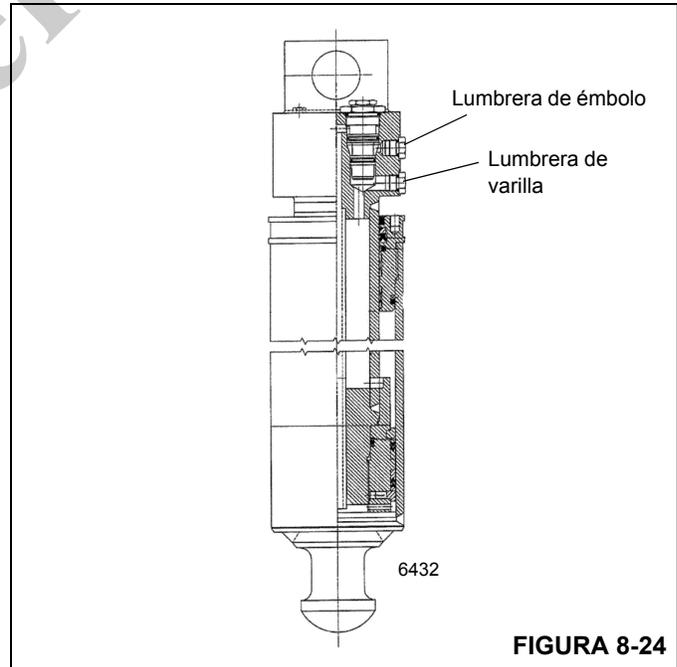

FIGURA 8-24
2. Quite la manguera del cilindro del lado de la varilla del cilindro de gato que se sospecha que tiene fugas (Figura 8-24). El aceite fluirá hasta que se vacíe la cavidad del bloque de lumbreras del cilindro. Una vez que se vacíe la cavidad del bloque de lumbreras, el aceite deberá dejar de fluir por la lumbrera del lado de la varilla.
2. Quite la manguera del cilindro del lado del émbolo en el cilindro de gato que se sospecha que tiene fugas (Figura 8-24). El aceite fluirá hasta que se vacíe la cavidad del bloque de lumbreras del cilindro. Una vez que se vacíe la cavidad del bloque de lumbreras, el aceite deberá dejar de fluir por la lumbrera del lado del émbolo.